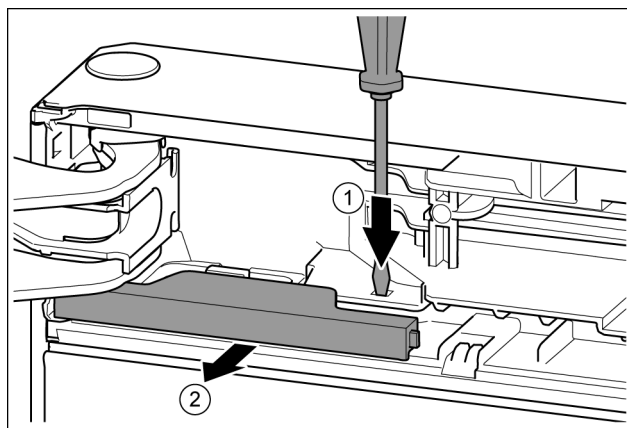

Fig. 11
- Presione la lengüeta con el destornillador para tornillos de cabeza ranurada. Fig. 11 (1)
- Extraiga la cubierta del enganche. Fig. 11 (2)